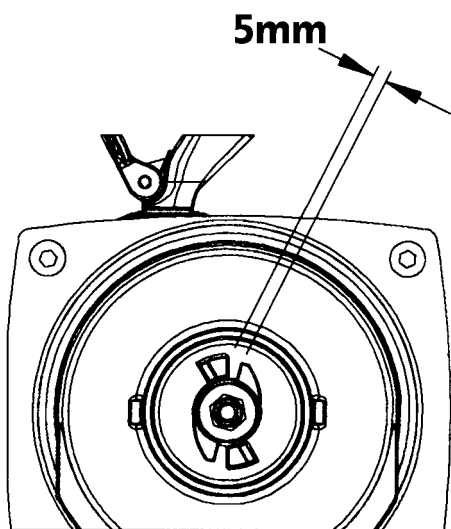

Figura 6 - Ajuste del Frenos
4. Deslice la rueda de transmisión sobre el eje de dirección hasta que quede un espacio de 5mm entre la superficie plana de la rueda de transmisión y el tope en la rueda manual (vea la Figura 6, en la parte inferior). Mantenga la rueda manual y la rueda de transmisión en esta posición y apriete con firmeza la tuerca de la rueda manual.